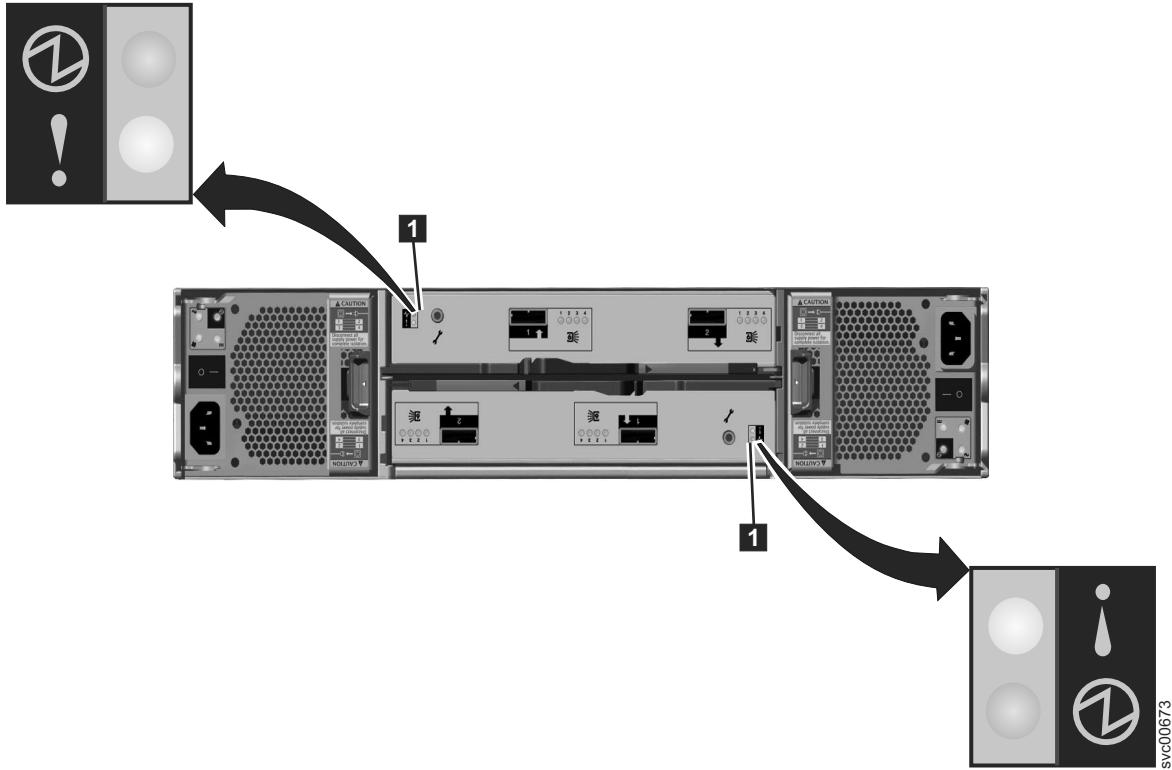

図 20. 拡張キャニスターの LED
2 つの LED は、キャニスターの左側に縦 1 段に配置されています。図 20 に、拡張キャニスターの背面にある LED (1) を示します。